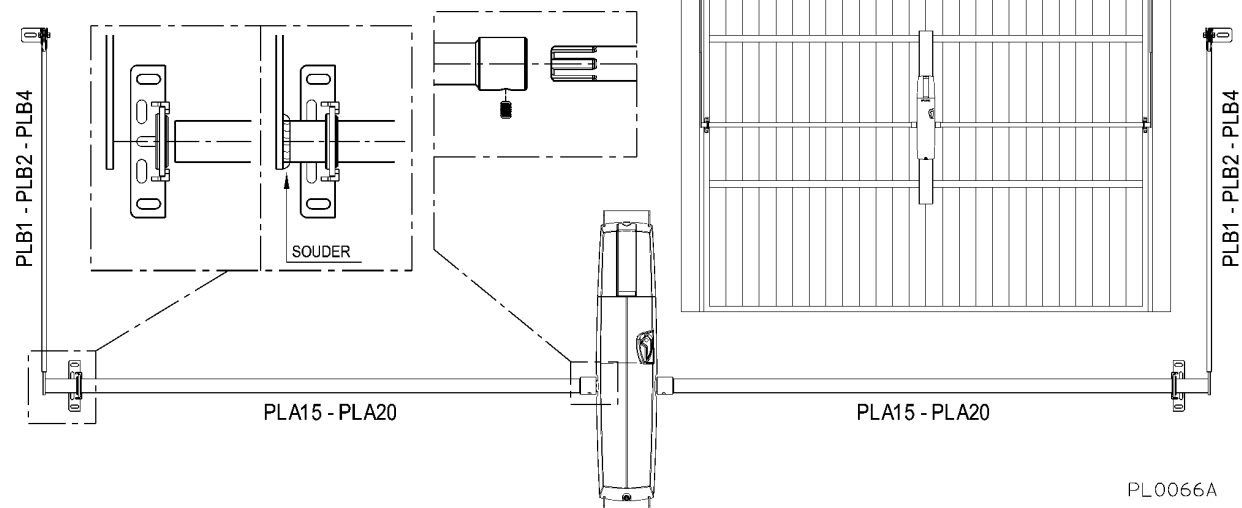

Fig. 23
##### (B) Assemblage des arbres de transmission aux bras télescopiques PLB1, PLB2, PLB4 par soudage (fig. 23).